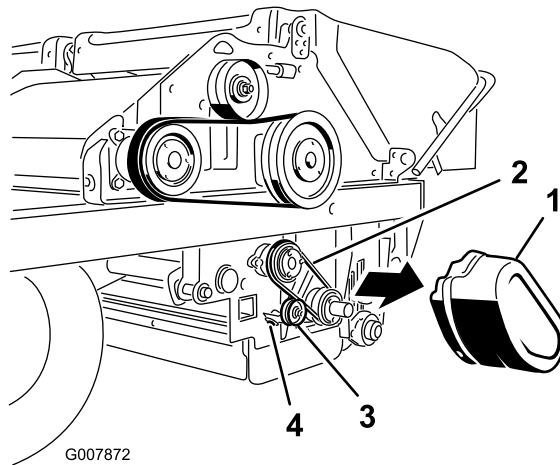

Figure 62
1. Retirez le couvercle de courroie (Figure 62).
2. Desserrez l'écrou sur la poulie de tension (Figure 62).
3. Poussez la poulie de tension contre la courroie et serrez l'écrou de la poulie de tension (Figure 62).